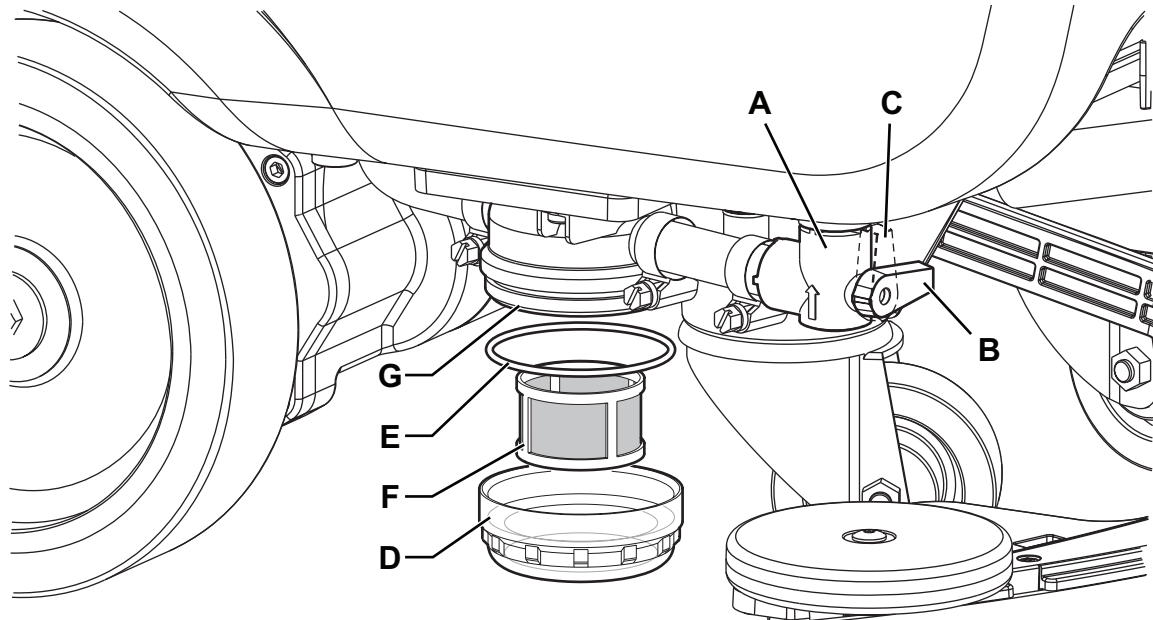

Afbeelding 13
2. Controleer of de machine is uitgeschakeld en de bedienerssleutel (51) is verwijderd.
3. Breng de afdekking (34) omhoog.
4. Reinig en was de binnenkant van de tank (33) en de afdekking met schoon water.
5. Voer het water af uit de tank met de slang (12).
6. Reinig het aanzuigrooster (31), koppel de houders (A, Afb. 13) los, open het rooster (B) en neem de vlotter (C); reinig deze daarna zorgvuldig en plaats terug.
7. Demonteer de verzamelbak voor grof vuil (D) en open het deksel ervan. Reinig de bak zorgvuldig en monteer hem weer op de aanzuigslang.
8. Controleer of de pakking (E) van de afdekking van de tank heel is.